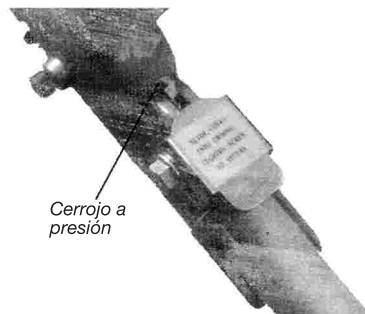

Imagen 14
2. Suelte el enganche para liberar el cierre del acoplador. Ver Imagen 14.